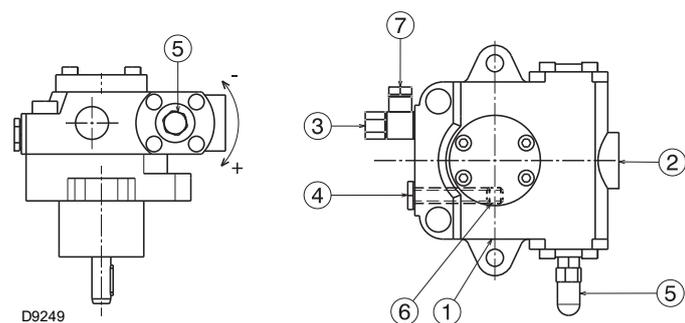

Fig. 24
Están instaladas en el quemador con el by-pass cerrado por el tornillo 6)(Fig. 24).
- A fin de que la bomba (Fig. 24) pueda autocebarse, es indispensable aflojar el tornillo 4) de la bomba para purgar el aire que pueda haber en el tubo de aspiración.
Leyenda (Fig. 24)
La operación indicada anteriormente es posible porque la bomba sale de fábrica llena de combustible. Si la bomba se ha vaciado, llenarla de combustible por el tapón del vacuómetro 4)(Fig. 24) antes de arrancarla, de otro modo quedará agarrada.